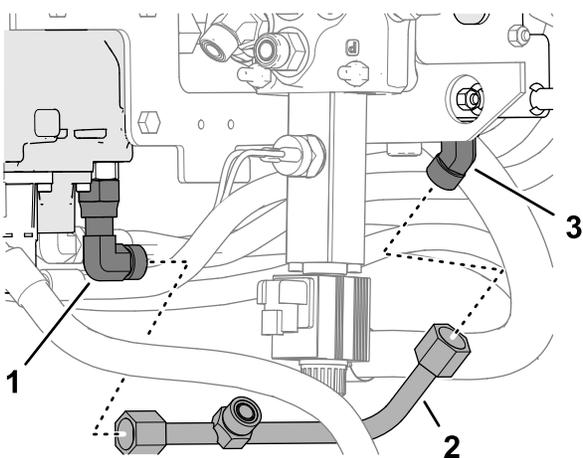
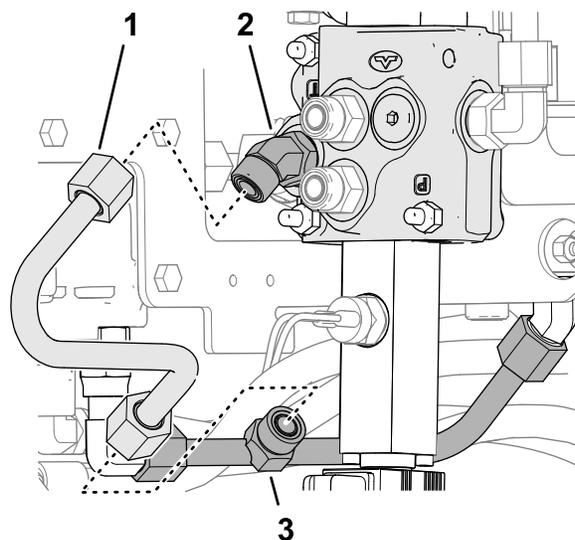

Рисунок 19
Рисунок 20
2. Подсоедините, не затягивая, трубку коллектора к прямоугольному штуцеру на клапане стрелы погрузчика и 45-градусному штуцеру (нижнему) в отверстии Т клапана низкого расхода (**Рисунок 19**).
3. Установите, не затягивая, S-образную трубку на штуцер в трубке коллектора и 45-градусный штуцер в отверстие Т вспомогательного клапана (**Рисунок 20**).
4. Затяните прямоугольный штуцер в отверстии Т клапана стрелы погрузчика (**Рисунок 19**) и 45-градусный штуцер в отверстии Т вспомогательного клапана (**Рисунок 20**) с моментом от 79 до 98 Н·м.